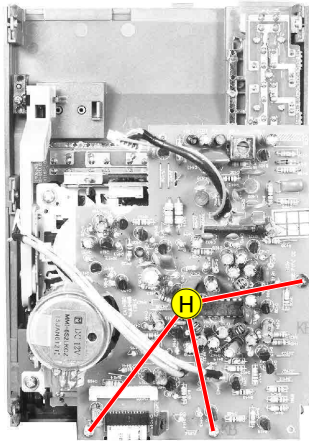

Fig. 6
- 3 Schrauben **H** (Fig. 6) herausdrehen.